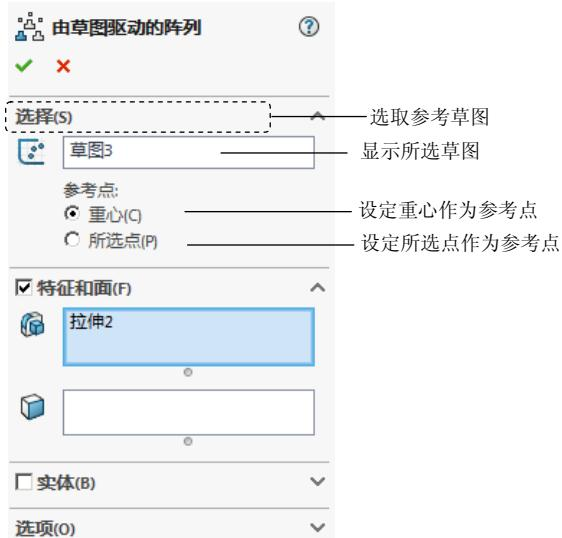

图 5.19.8 “由草图驱动的阵列”对话框
Step2. 选择命令。选取下拉菜单**插入(I)** → **阵列/镜像(E)** → **草图驱动的阵列(S)...**命令（或单击“特征(F)”工具栏中的 \square 按钮），系统弹出图5.19.8所示的“由草图驱动的阵列”对话框。